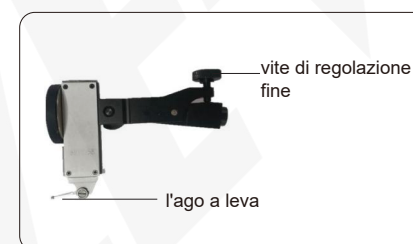

fig.1
- Attenzione: per evitare errori di misurazione causati dall'elasticità della regolazione di precisione, l'ago della leva e la vite di regolazione di precisione devono trovarsi sul lato opposto (fig. 1);